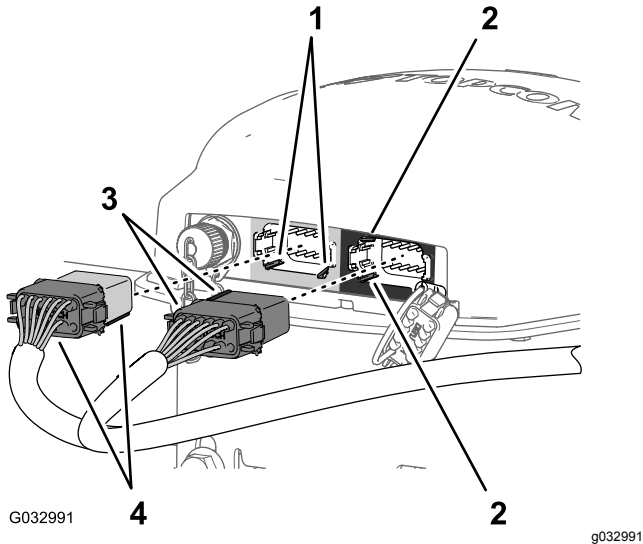

Figura 135
3. Alinhe as 2 abas no lado comprido do conector de 12 tomadas **cinzento e preto** da cablagem dos dados com as 2 ranhuras para abas na parede horizontal inferior do conector de 12 pinos **esquerdo (cinzento)** do recetor de navegação (Figura 135).
- Ligue o conector de 12 tomadas **cinzento e preto** da cablagem dos dados ao conector de 12 pinos **esquerdo (cinzento)** do recetor de navegação até o conector ficar preso com firmeza (Figura 135).
- Alinhe as 2 abas no lado curto do conector de 12 tomadas **preto** da cablagem dos dados com as 2 ranhuras das abas na parede vertical esquerda do conector de 12 pinos **direito (preto)** do recetor de navegação (Figura 135).
- Ligue o conector de 12 tomadas **preto** da cablagem dos dados ao conector de 12 pinos **esquerdo (preto)** do recetor de navegação até o conector ficar preso com firmeza (Figura 135).